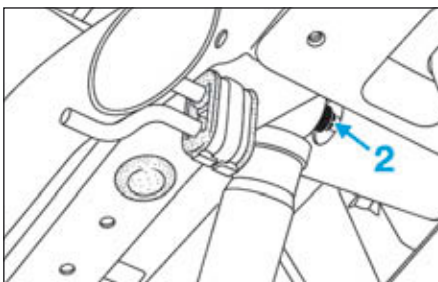

FIG.21
- la vis de fixation supérieure d'amortisseur (2) (Fig.21),